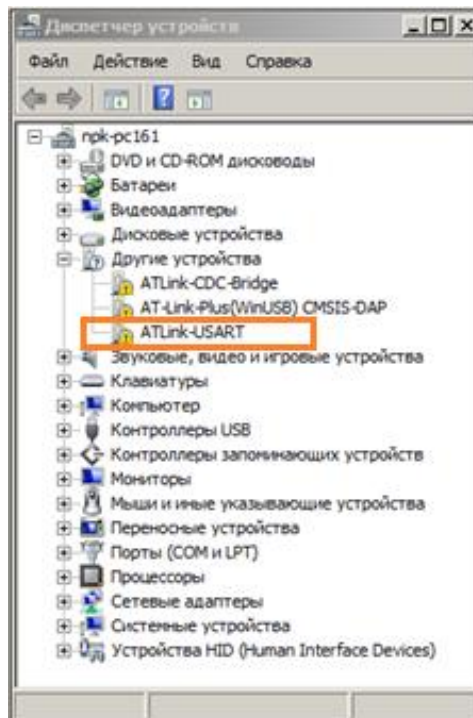

Рисунок 5.2 – Определение программатора в диспетчере устройств
5.3.4 Убедиться, что программатор AT-Link+ определился компьютером как **ATLink-USART** (рисунок 5.2).